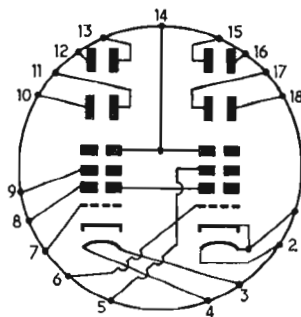

Fig. 1
Le tube utilisé (1) se présente avec un culot 18 sorties, numérotées sur la figure 1 à partir de l'encoche, quand on regarde le tube par derrière. 1 et 2 sont les extrémités du filament de chauffage (4 volts) du premier canal,